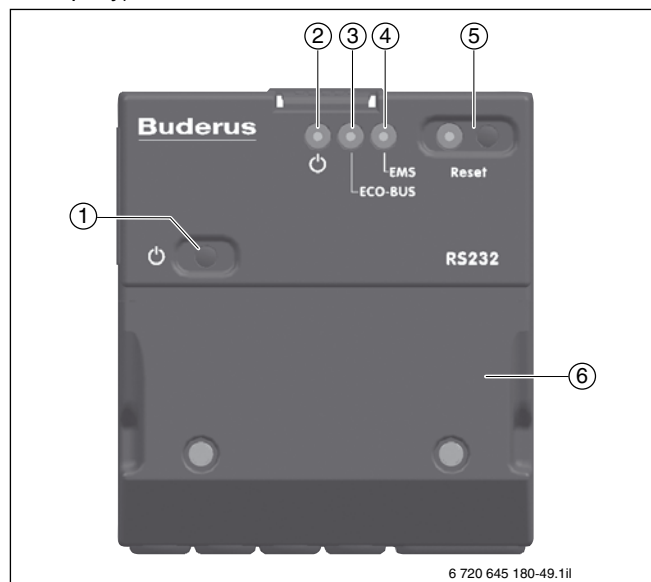

Рис. 90. BUS-интерфейс меж сетевого шлюза Logamatic RS232
- Межсетевой шлюз Logamatic RS232 (см. рис. 90)